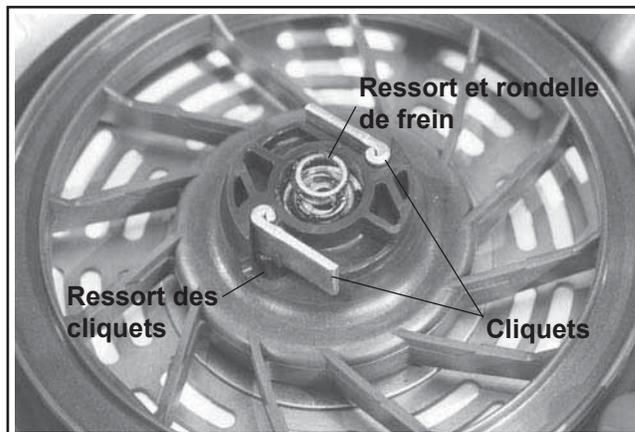

Figure 7-5. Rondelle et ressort de frein, cliquets et ressorts des cliquets.
3. Retirer le ressort et la rondelle de frein. Voir la Figure 7-5.